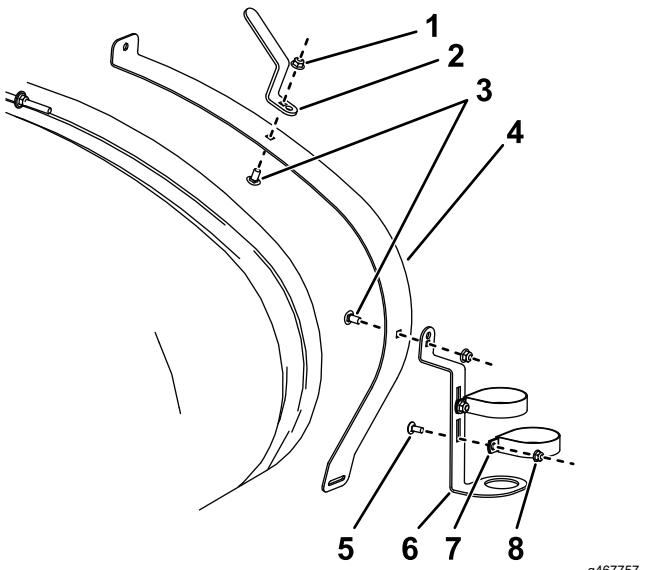
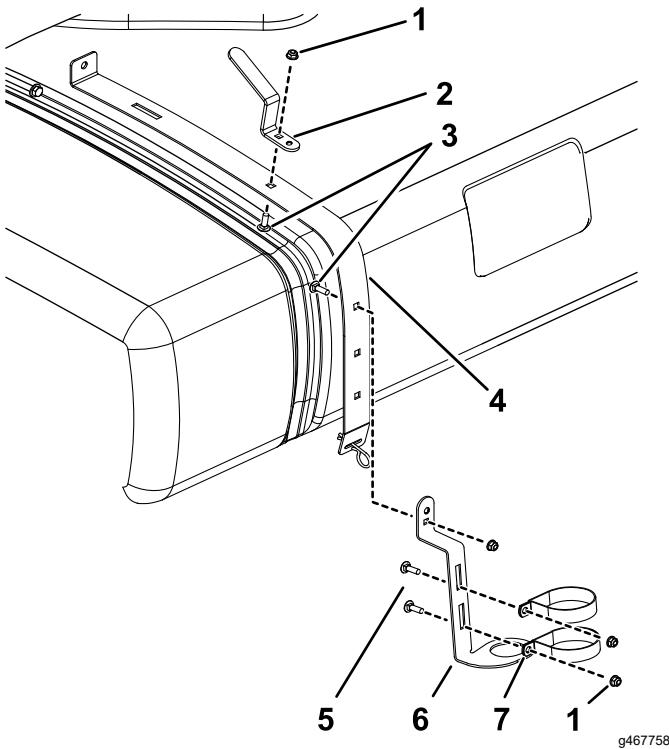

Figura 1
Figura 2
- No Multi Pro WM, solte correia traseira, do lado direito (Figura 2).
- No Multi Pro 1750 e Multi Pro 5800, solte correia frontal, do lado direito (Figura 1).
- Instale os grampos em R, o suporte da pistola de pulverização e gancho do tubo como se mostra na Figura 1 ou na Figura 2 utilizando um parafuso de carroçaria, uma anilha chata e uma porca de cabeça flangeada.